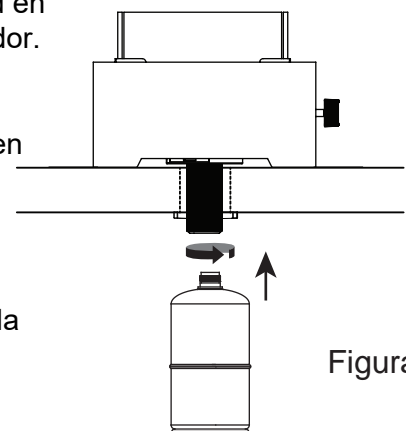

Figura 7
- (1). Antes de realizar la conexión, asegúrese de que no haya suciedad en el cabezal del quemador, en el quemador o en los orificios del quemador.
- (2). Asegúrese de que la perilla de control esté en la posición "OFF" (apagado).
- (3). Lubrique las roscas del regulador con vaselina. Alinee las roscas en el cilindro de propano con el regulador.
- (4). Inserte el cilindro de propano.
- (5). Gire el cilindro de propano en dirección de las manecillas del reloj hasta que encajen bien. APRIETE A MANO SOLAMENTE. Tenga cuidado de no pasar de rosca cuando atornille en el cilindro (consulte la Figura 7).
- (6). Realice una prueba de fugas según se indica en la sección "Búsqueda de fugas".